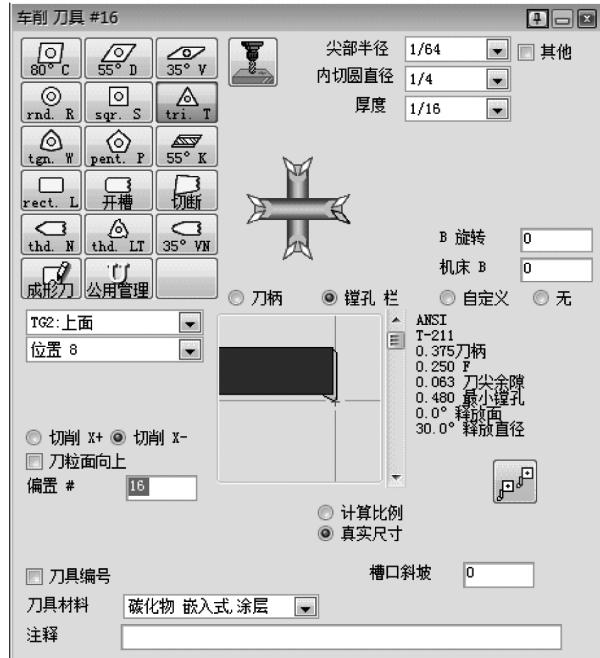

图 5-35 车削刀具#16
18) 创建车削刀具#16, 如图 5-35 所示。此刀具将对内径精加工。